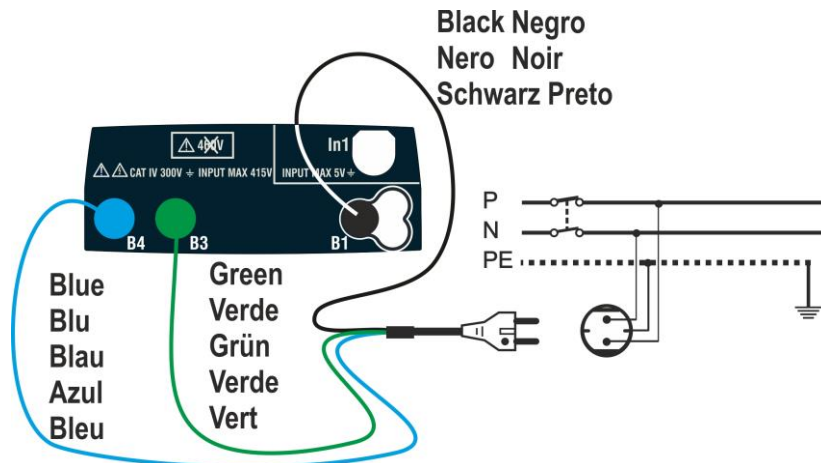
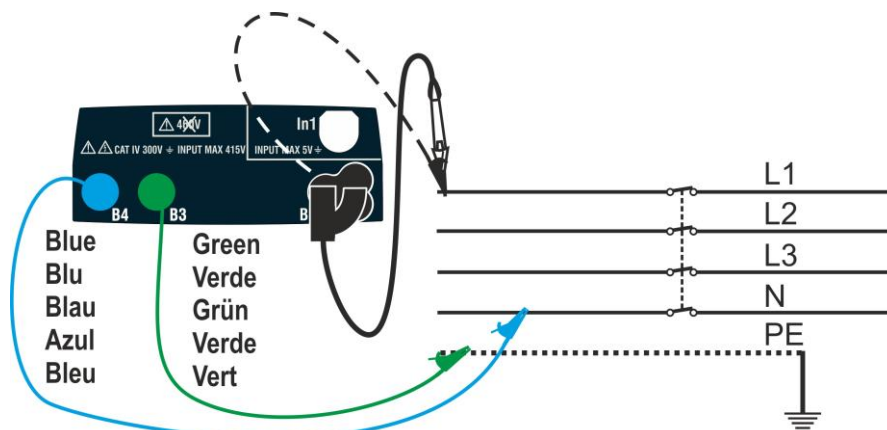

Fig. 8: Collegamento dello strumento tramite cavo con spina Shuko
Fig. 9: Collegamento allo strumento tramite cavi singoli e puntale remoto
2. Inserire i connettori verde, blu e nero del cavo shuko a tre pin nei corrispondenti terminali di ingresso B1, B3 e B4 dello strumento. In alternativa, utilizzare i singoli cavi e applicare le relative clip a coccodrillo alle estremità libere dei cavi. È anche possibile utilizzare il puntale remoto inserendo il suo connettore multipolare nel terminale di ingresso B1. Collegare la spina shuko, i morsetti a coccodrillo o il puntale remoto alla rete elettrica secondo la Fig. 8 o Fig. 9